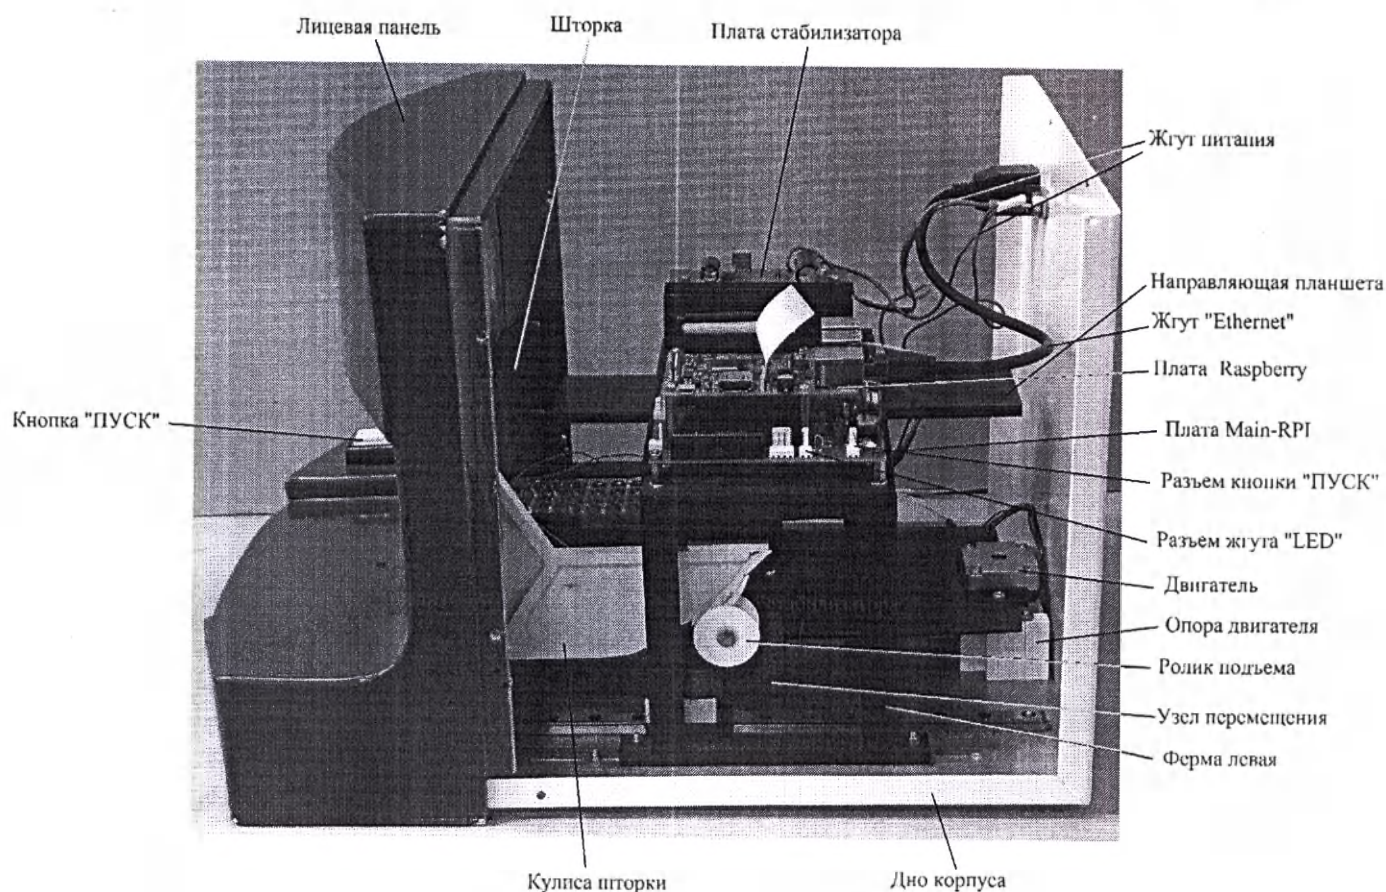
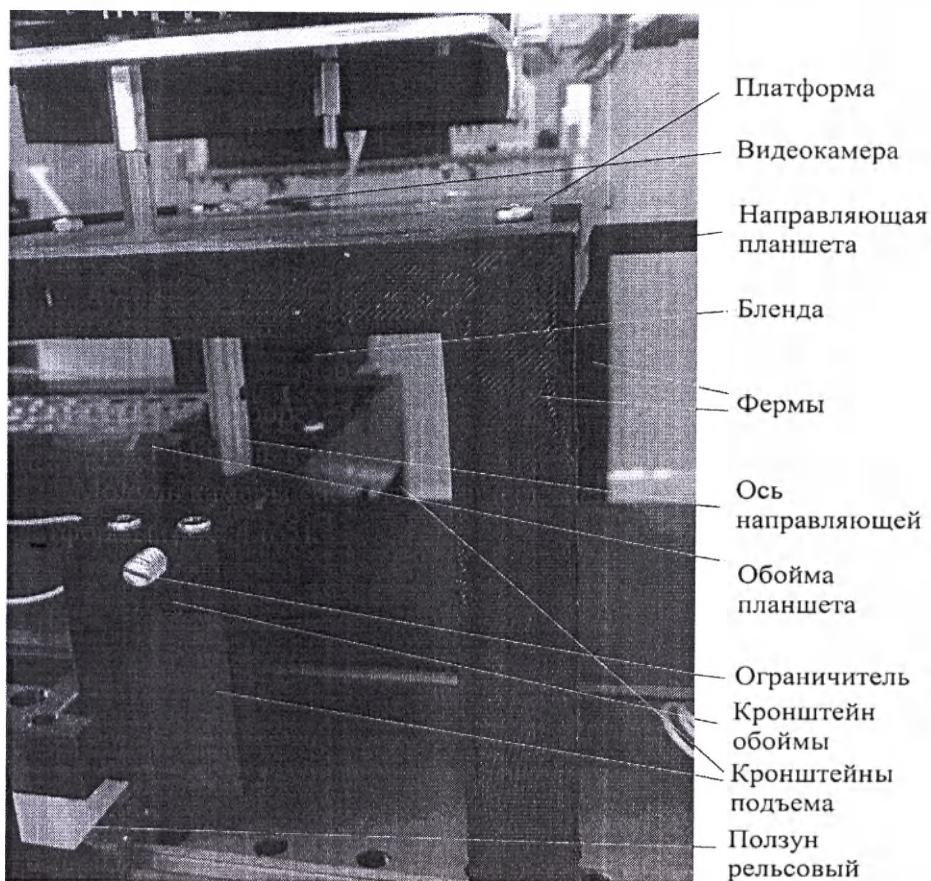

Рисунок 1. Устройство без кожуха
Рисунок 4. Детали устройства
Общий вид устройства (без кожуха) приведен на рис. 1.
Модуль камеры состоит из видеокамеры, бленды, направляющей планшета, фермы и платформы (рис. 4 и 5).
В состав узла перемещения входят ползун рельсовый, кронштейны (левый и правый), ролик подъема (Рис. 1 и Рис. 4).
Плата стабилизаторов (рисунок 1) преобразует +12В, приходящие с блока питания, в +5В.
- Жгут Ethernet (см. рисунок 1).